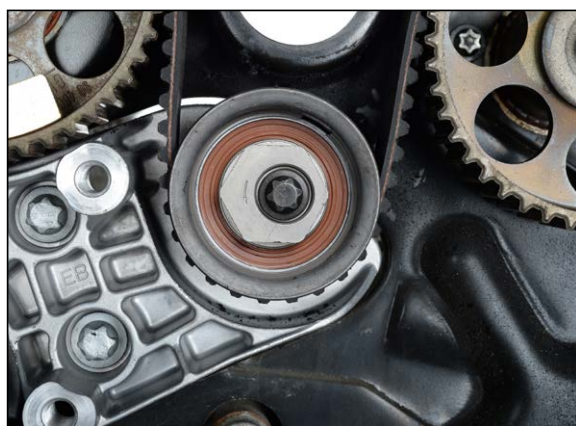
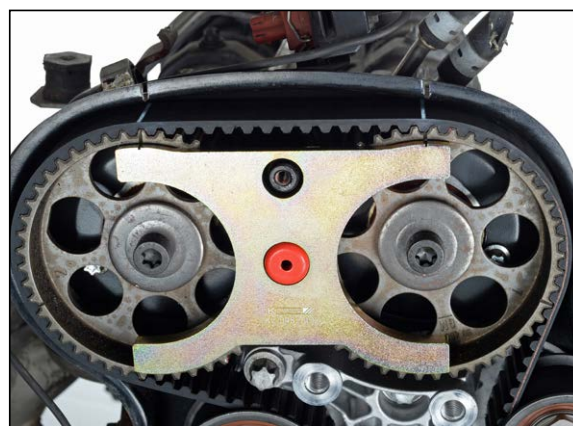

Bild 21
Bild 22
11. Vrid kammern på det övre löphjulet moturs med spännnyckeln OE (MKM-6038) eller en vattenpumptång (bild 21) tills kammens spets står i ca kl. 9-position och markeringarna på kamaxelremhjulen och kalibreringsinstrumentet OE (KM-800-20) är linjerade (bild 22). Dra åt det övre löphjulet med 40 Nm.
16. Sätt kalibreringsinstrumentet OE (KM-800-20) på kamaxelremhjulen "1" och "2". Markeringarna på kamaxelremhjulen och kalibreringsinstrumentet OE (KM-800-20) är linjerade (bild 22). Om markeringarna inte är linjerade, justera dem igen enligt anvisningarna i punkt 11.